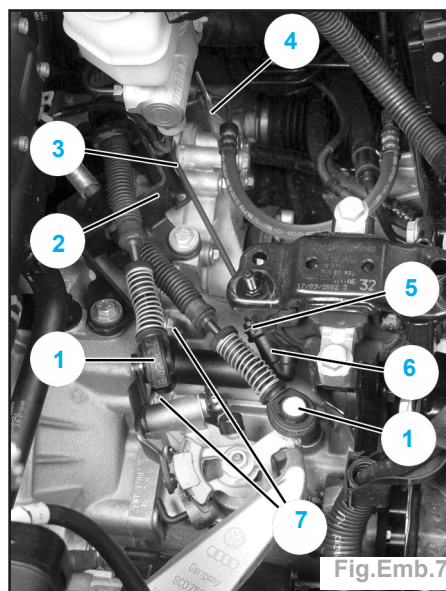

Fig.Emb.7
- Déposer les câbles de commande et sélection (1) et le support (2) (Fig.Emb.7).